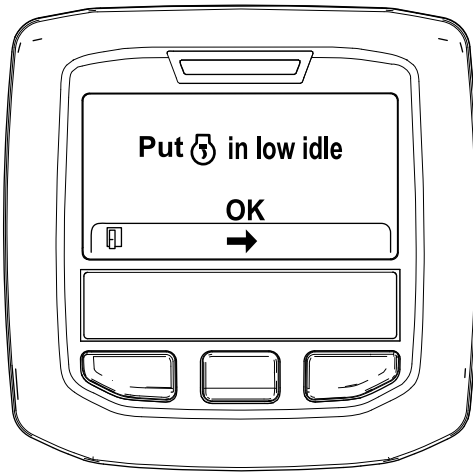

Figure 35
6. Placez la commande d'accélérateur en position de RALENTI et appuyez sur le bouton central (Figure 35).